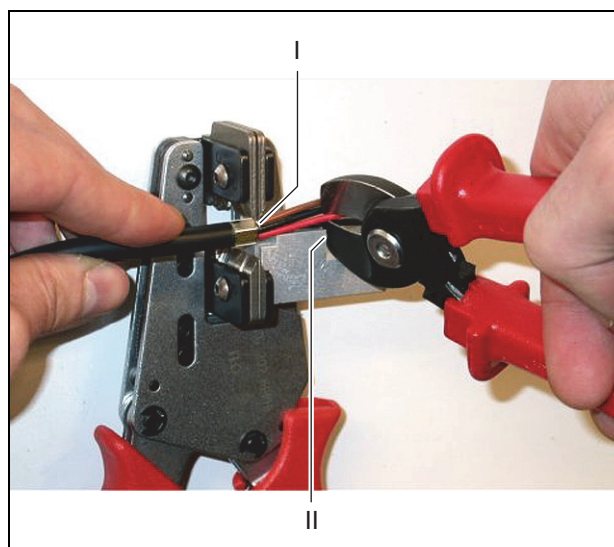

figure 30.10: Coupe d'un fil de cuivre
- 8 Coupez les fils de cuivre à la bonne longueur à l'aide de la pince coupante (outil 2) et de la pince à dénuder (outil 5). À cet effet, placez la bague de sertissage en position I et coupez les fils de cuivre en position II (voir figure 30.10).